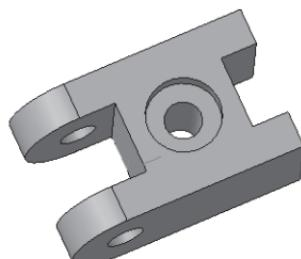

Рис. 222
- – создайте объект (рис. 222);